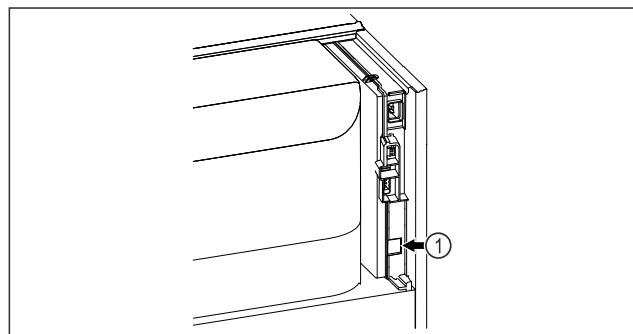

Fig. 132
- Se utiliza SmartModule Fig. 132 (1).